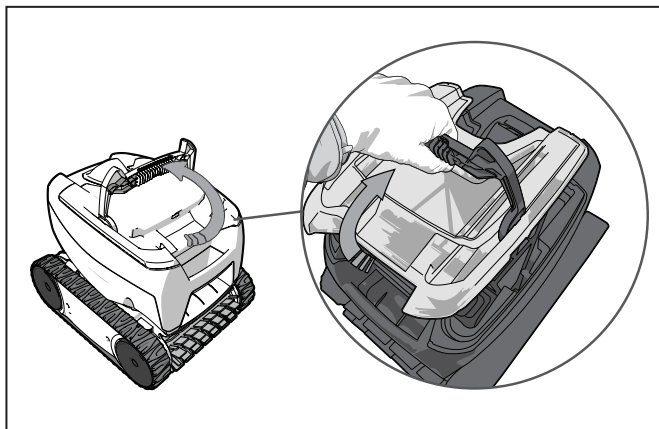

Figure 10. Relâcher la poignée du boîtier du filtre
2. Tirer vers le haut pour libérer la poignée du boîtier du filtre (Figure 10).